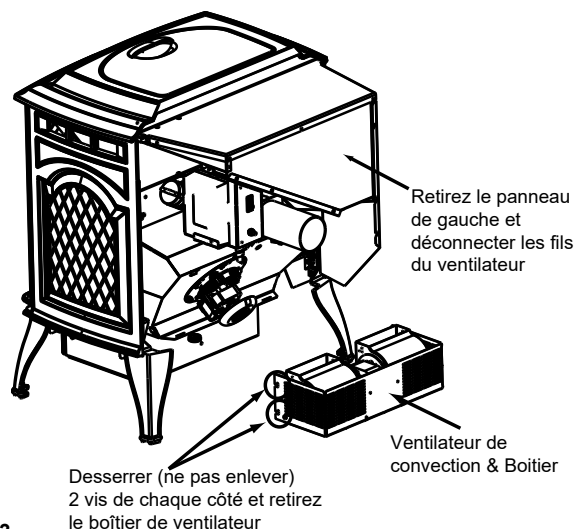

Figure 22.3
- Il y a 2 vis à chaque côté du boîtier. Desserrez les 4 vis, mais ne les retirez pas. Soulevez le boîtier de ventilateur doucement et tirez le vers vous (**Figure 22.3**).